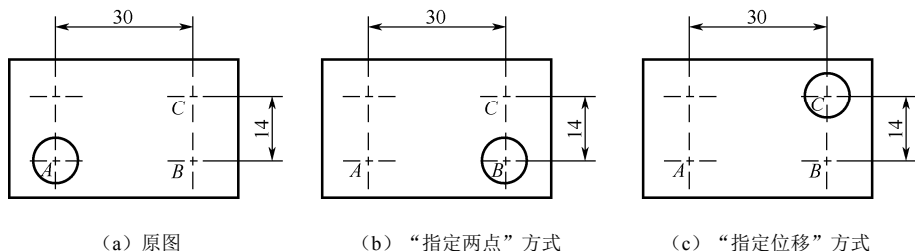

图 3-76 对圆的移动操作
**例 3-7** 使用“移动”命令的“指定两点”方式将圆从点 A 移动到点 B, 如图 3-76 (b) 所示。
**例 3-8** 使用“移动”命令的“指定位移”方式将圆从点A移动到点C,如图3-76(c)所示。在功能区单击“默认”选项卡下“修改”面板中的“移动”按钮,操作步骤如下。